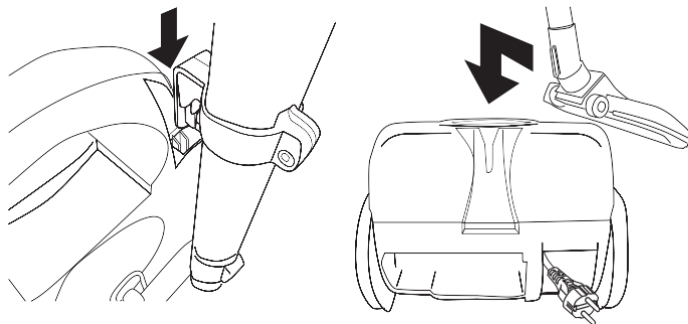

Figure 9
3. Placez l'aspirateur debout. À l'arrière de l'aspirateur, à côté de la roue avant, se trouve l'encoche de fixation pour le support à accessoire (voir la figure 9). Enfoncez le bas du support à accessoire dans l'encoche. Ceci vous permet de ranger l'aspirateur et de le ressortir rapidement, sans avoir besoin de démonter les composants.